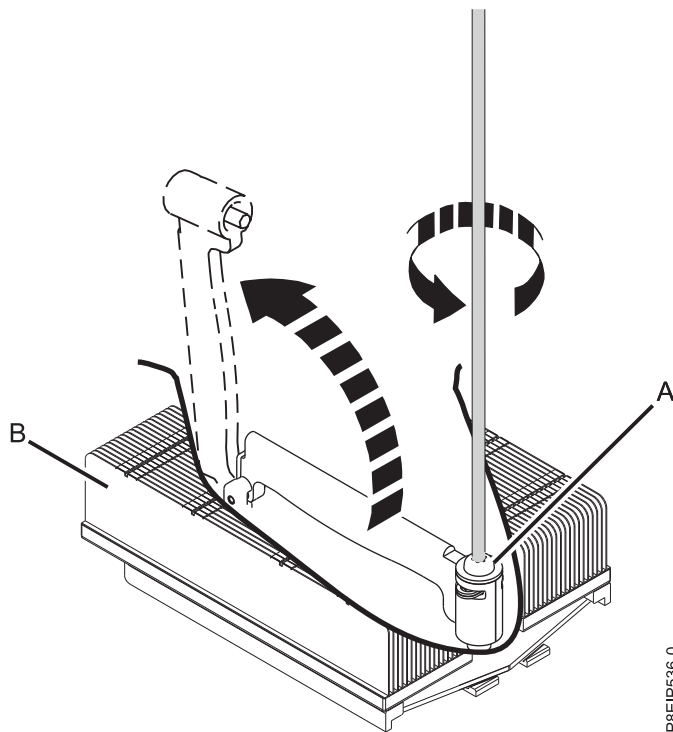

Figura 64. Aflojar el tornillo del brazo de carga del disipador térmico
4. Afloje el tornillo del brazo de carga (A) del disipador térmico (B) que está extrayendo con un destornillador Phillips #3. El brazo de carga gira en la dirección que se muestra en la Figura 64.